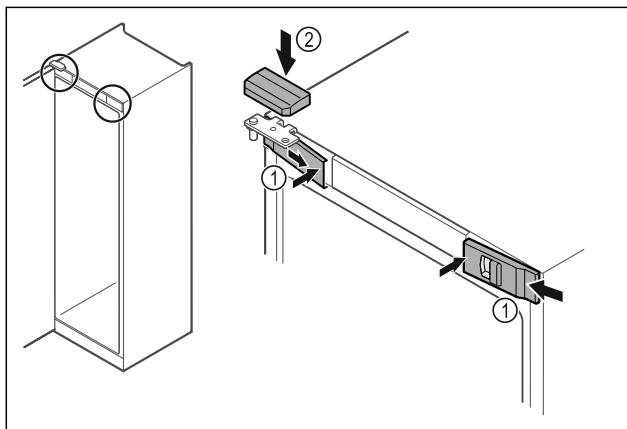

Fig. 55
- Futni nga anash kapakët mbulues të përparmë Fig. 55 (1) dhe mbërthejini nga brenda.
- Mbërtheni nga lart kapakun mbulues të sipërm Fig. 55 (2).